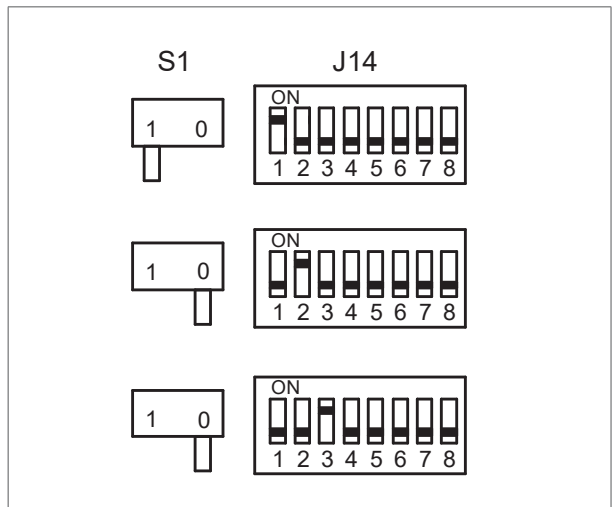

Figure 13 - Positions des commutateurs S1 et J14 pour les trois premiers aérothermes d'un système
1. Positionner comme suit les commutateurs S1 et J14 du module de commande (figure 13) :